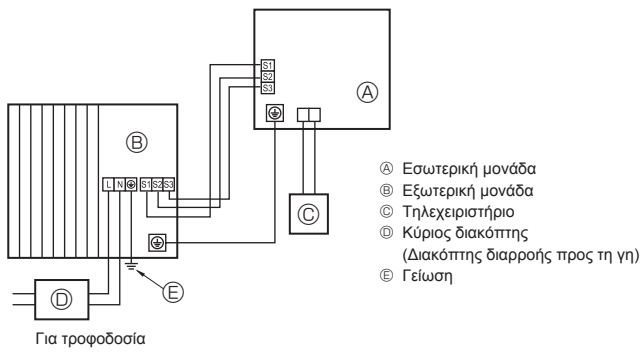
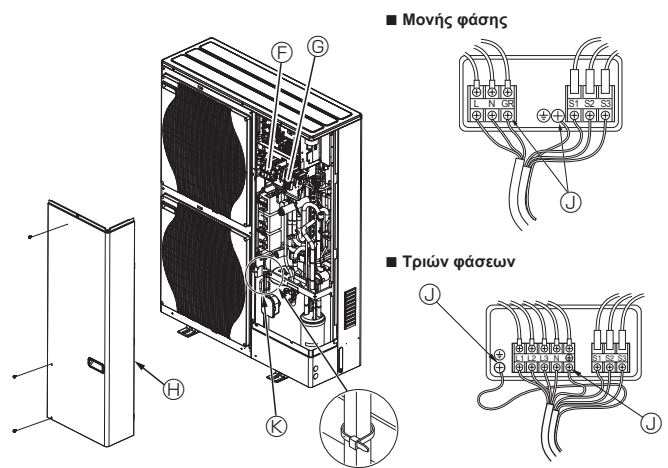

Fig. 5-1
Fig. 5-2
5.1. Εξωτερική μονάδα (Fig. 5-1, Fig. 5-2)
- ① Αφαιρέστε το πλαίσιο συντήρησης.
- ② Συνδέστε τα καλώδια που αναφέρονται στην Fig. 5-1 και στην Fig. 5-2.